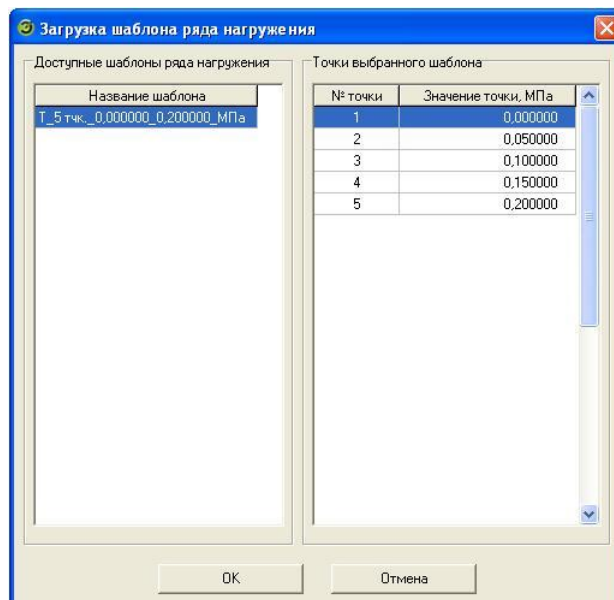

Рисунок 3.5.19 – Диалог выбора шаблона ряда нагружения
- «Загрузить шаблон». Кнопка предназначена для загрузки ряда нагружения из ранее сохраненного шаблона. При этом все ранее добавленные точки ряда нагружения удаляются. При нажатии на неё выводится диалог выбора шаблона ряда нагружения (рисунок 3.5.19).